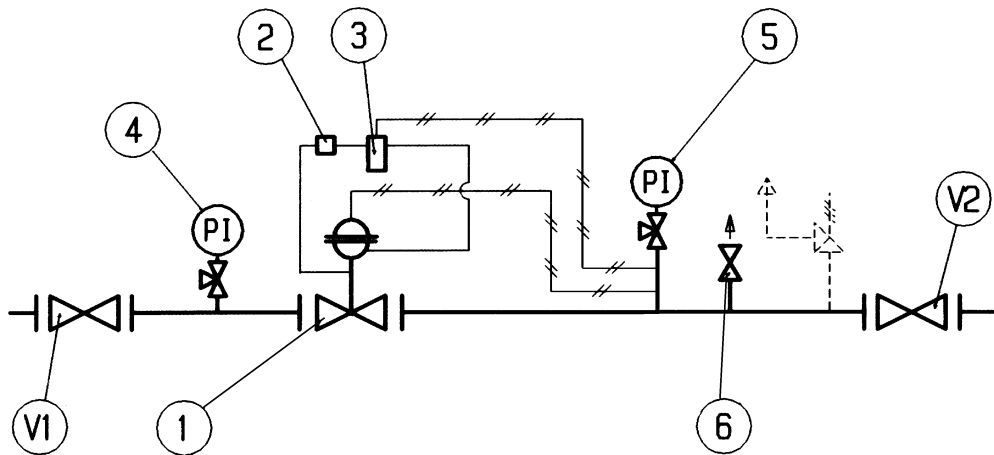

Fig. 11
5.3 MESSA IN SERVIZIO DEL REGOLATORE (FIG.11)
5.3 COMMISSIONING THE REGULATOR (FIG.11)